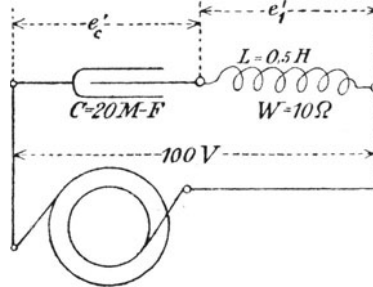

Fig. 126.
Wird ein Kondensator und eine Spule hintereinander geschaltet (siehe Fig. 126), so ist die Stromstärke
268. Ein Kondensator von 20 [40] (16) MF und eine Spule von 0,5 [0,4] (0,3) Henry bei 10 [8] (2)  $\Omega$  Widerstand werden hintereinander geschaltet und an eine Klemmenspannung von 100 [120] (240) V und 50 [60] (180) Perioden angeschlossen (Fig. 126).